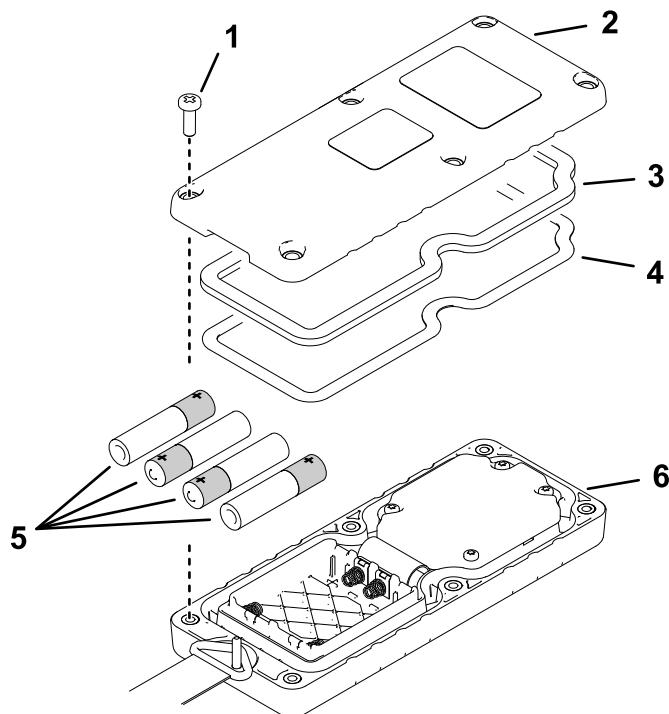

Figura 6
2. Inserite ogni batteria in un portabatteria rispettando la polarità (Figura 6).
3. Assicuratevi che la guarnizione in acciaio e la tenuta di gomma siano in sede nel canale del telecomando e riposizionate il coperchio posteriore (Figura 6).
4. Fissate il coperchio con 6 viti (Figura 6) e serratele a una coppia di 1,5–1,7 N·m.